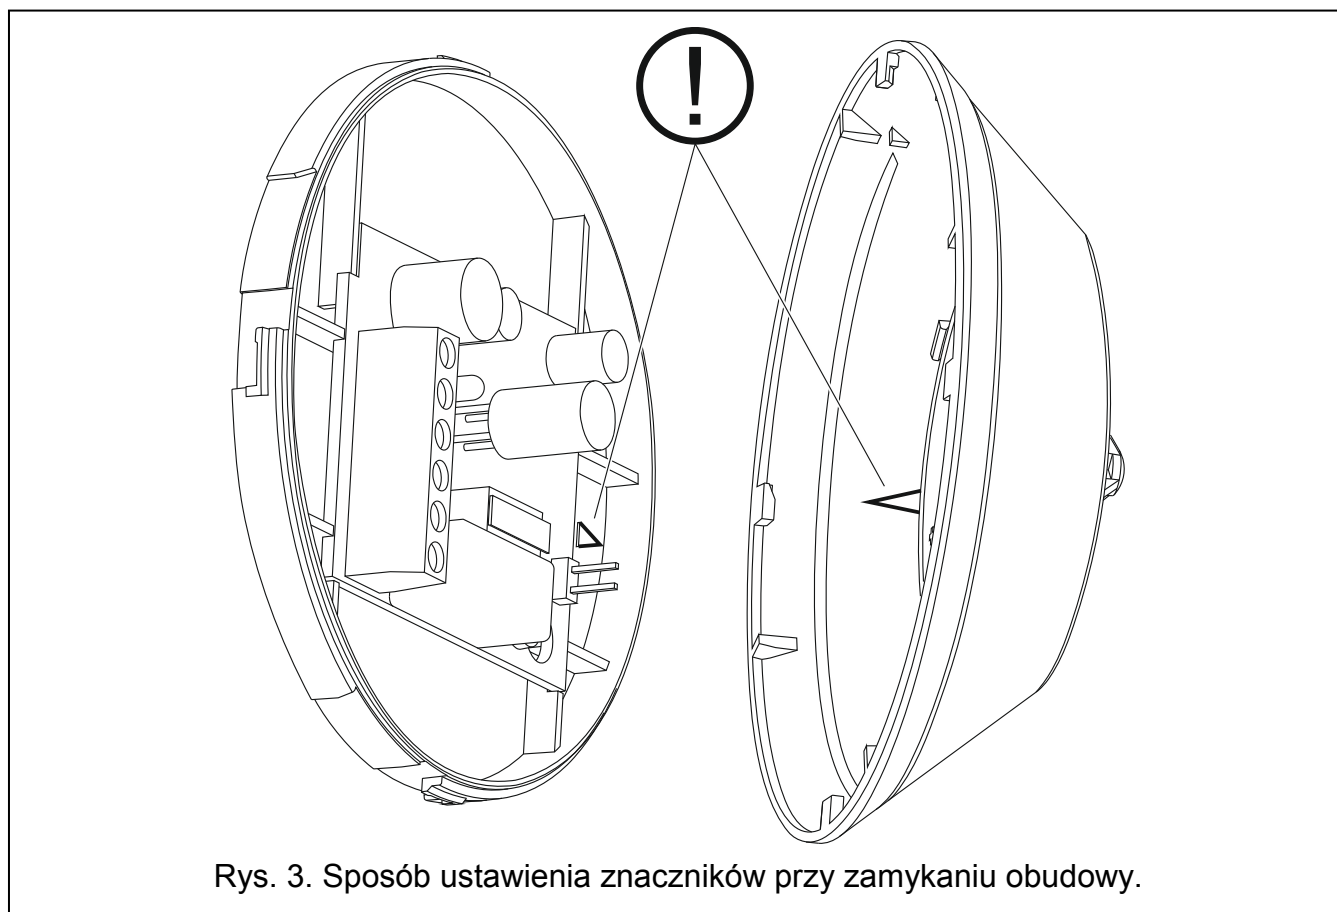

Rys. 2. Sposób otwarcia obudowy.
1. Otwórz obudowę czujki (rys. 2).